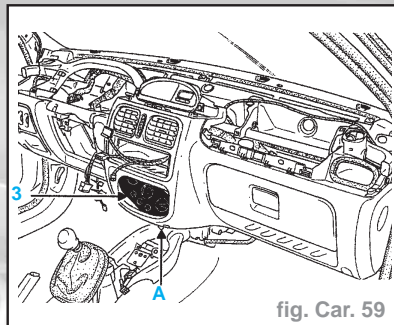

fig. Car. 59
- les deux vis de fixation du tableau de commande de chauffage (3) (fig. Car. 59)